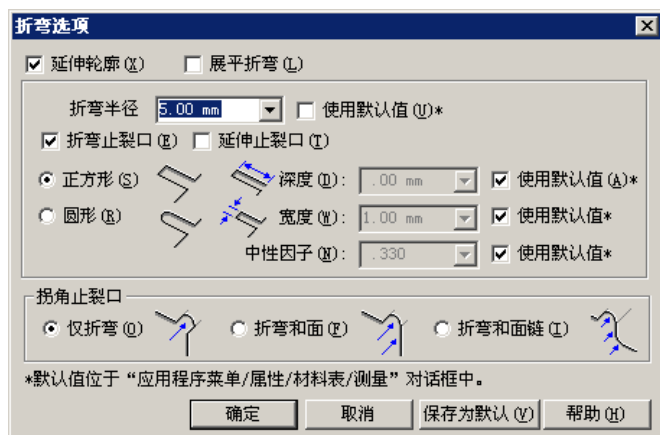

图 4.1.7 “折弯选项”对话框
- （折弯选项）按钮：可对折弯的属性参数进行设置。单击该按钮，系统会弹出图 4.1.7 所示的“折弯选项”对话框。